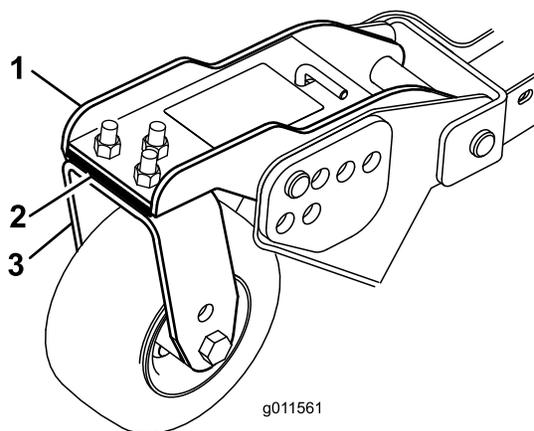

Figura 29
Girate la lama su ciascun fusello fino a disporla in parallelo con la lunghezza della macchina. Misurate dal suolo alla punta anteriore del tagliente. Regolate gli spessori di 3 mm sulla forcella (o forcelle) della ruota orientabile, finché l'altezza di taglio non corrisponde al valore riportato sull'adesivo (Figura 29). Unicamente per il fusello della lama esterna vedere la procedura in Regolazione del passo dell'apparato di taglio.
3. Se il bordo interno dell'apparato di taglio laterale è troppo alto rispetto al bordo esterno dell'apparato di taglio anteriore, togliete uno spessore di 3 mm dalla base del braccio della ruota orientabile anteriore interna dell'apparato di taglio laterale (Figura 29). Controllate di nuovo la misura tra i bordi esterni di